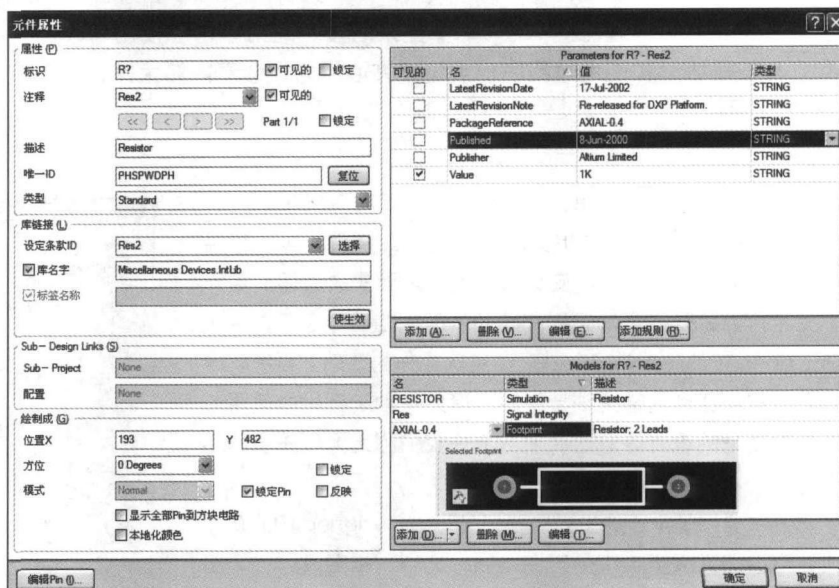

图5
(5) 放置元件前先要加载所需元件库，通过菜单“设计\添加移除库”或点击库面板上的“库”按钮会弹出查找库文件对话框。Altium Designer 10的元件库在系统安装目录下的“Library”文件夹中，我们已把它复制到了自建的文件夹中。只是要注意这里的元件库是集成库，扩展名为Intlib。所谓集成库是指在这个库中将元件图形符号与PCB封装、仿真参数、信号完整性分析模型等都建立了链接关系，使用元件时这些参数直接被引用。库面板上显示出已安装的元件库，其下方输入我们待使用的元件名称，通过库面板的Place按钮可以放置元件，按Tab键弹出元件属性对话框如图5。
用。单击“添加”按钮会弹出打开文件对话框，由此可以添加其它的封装模型。点确定后关闭这个对话框元件附着在鼠标上，单击工作区空白处元件被放置到工作区上。对已经放置到工作区上的元件，单击元件不松开可以移动元件、按空格键可以将元件逆时针90度旋转、按X键元件左右翻转、按Y键元件上下翻转。双击元件图形打开图5的元件属性对话框。两次单击文本内容可以直接在工作区上对文本进行修改，文本的内容可以是特殊字符如 μ 等。单击元件后松开可以利用编辑菜单中命令进行复制或删除元件等操作。